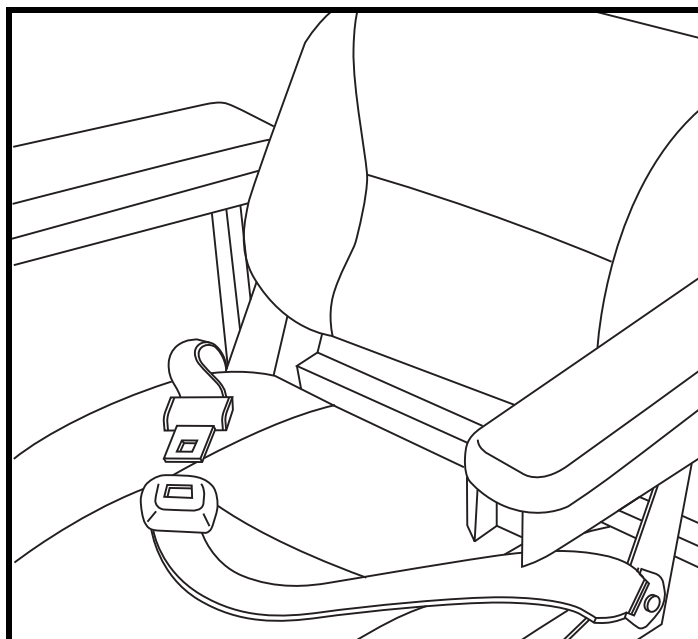

Figure 17. Ceinture de positionnement
Voir la figure 17. La ceinture de positionnement, réglable, a été conçue pour soutenir et empêcher tout glissement vers le bas ou vers l'avant une fois assis. La ceinture de positionnement n'a pas été conçue pour être utilisée comme ceinture de sécurité.
1. Prenez place sur le siège, insérez la patte métallique d'un côté dans le boîtier de la boucle du côté opposé jusqu'à ce que le «clic» se fasse entendre. **Voir la figure 17.**